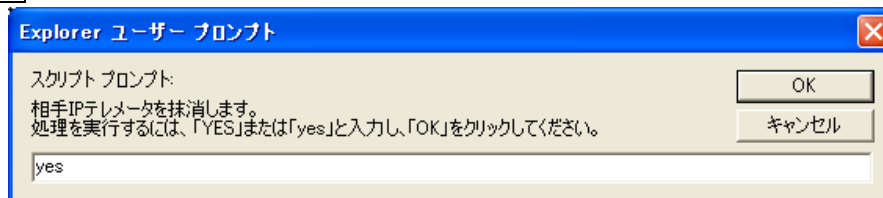

図 9.17 [ユーザープロンプト] 画面
- (2) 削除したい相手 IP テレメータの IP アドレスを選択し **抹消** ボタンを押し, 確認を促す [ユーザープロンプト] 画面 (図 9.17) が表示されたら, 半角文字の “YES” または “yes” と入力して **OK** ボタンを押すことで IP アドレスが抹消されます。また, 抹消をキャンセルする場合は, **キャンセル** ボタンを押してください。